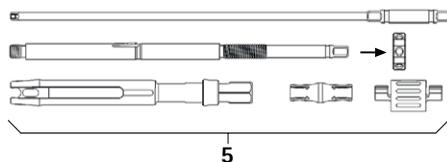

Fig. 3
- Smontaggio della leva di riduzione percussiva 5, vedere Fig. 3. Disassemblare la leva di riduzione completamente e svitare il dado di serraggio.